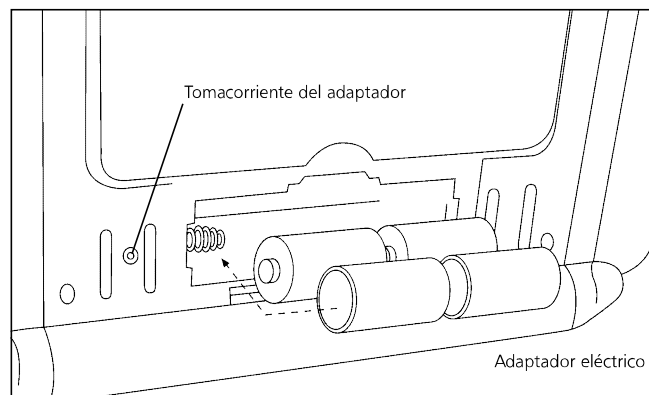

Figura 2
- Para que el ventilador funcione, se necesitan 4 baterías D. El compartimento de las baterías está ubicado en el panel posterior inferior del calentador. Siga las instrucciones en la cubierta de las baterías para una correcta instalación de las baterías. Ver figura 2. Note: Ambos azulejos giran la naranja sólo en el HOLA ajuste.
- El calentador también puede recibir suministro eléctrico desde un adaptador eléctrico F276127. Requiere un adaptador de 6 voltios de CC con una corriente de hasta 800 miliamperios con polaridad positiva en la punta. Ver figura 2.
- Para que el ventilador funcione, se necesitan 4 baterías D. El compartimiento de las baterías está ubicado en el panel posterior inferior del calentador. Siga las instrucciones en la cubierta de las baterías para una correcta instalación de las baterías. Ver figura 2.
- Ventilador de la calefacción también se puede alimentar con adaptador eléctrico, F276127. Requiere un adaptador de 6 voltios de CC con una corriente de hasta 800 miliamperios con polaridad positiva en la punta. Ver figura 2.